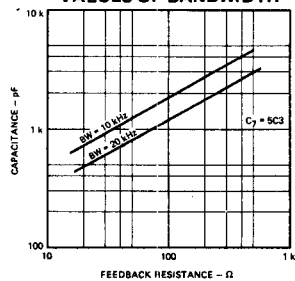

Fig. 6
*C3, C7 See Fig. 6
*C₃, C₇ see Fig. 6.